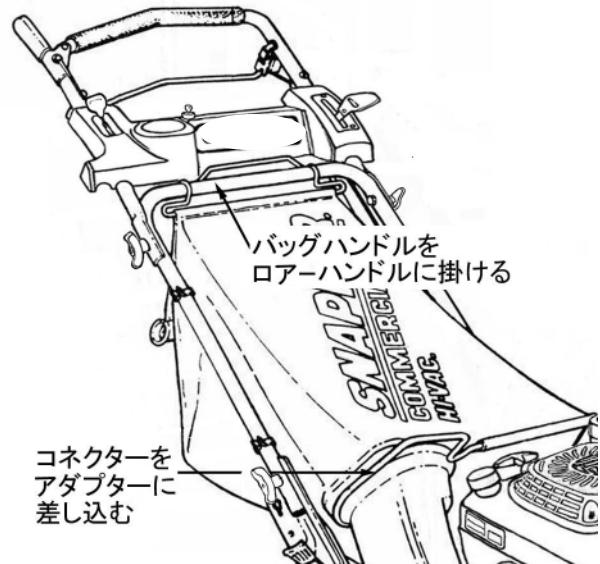

図 4-9
1. 集草バックを取り付けるには、アダプタにコネクターを上から差込みます。そしてバッグハンドルをロアーハンドル上部に掛けます。(図4-9)